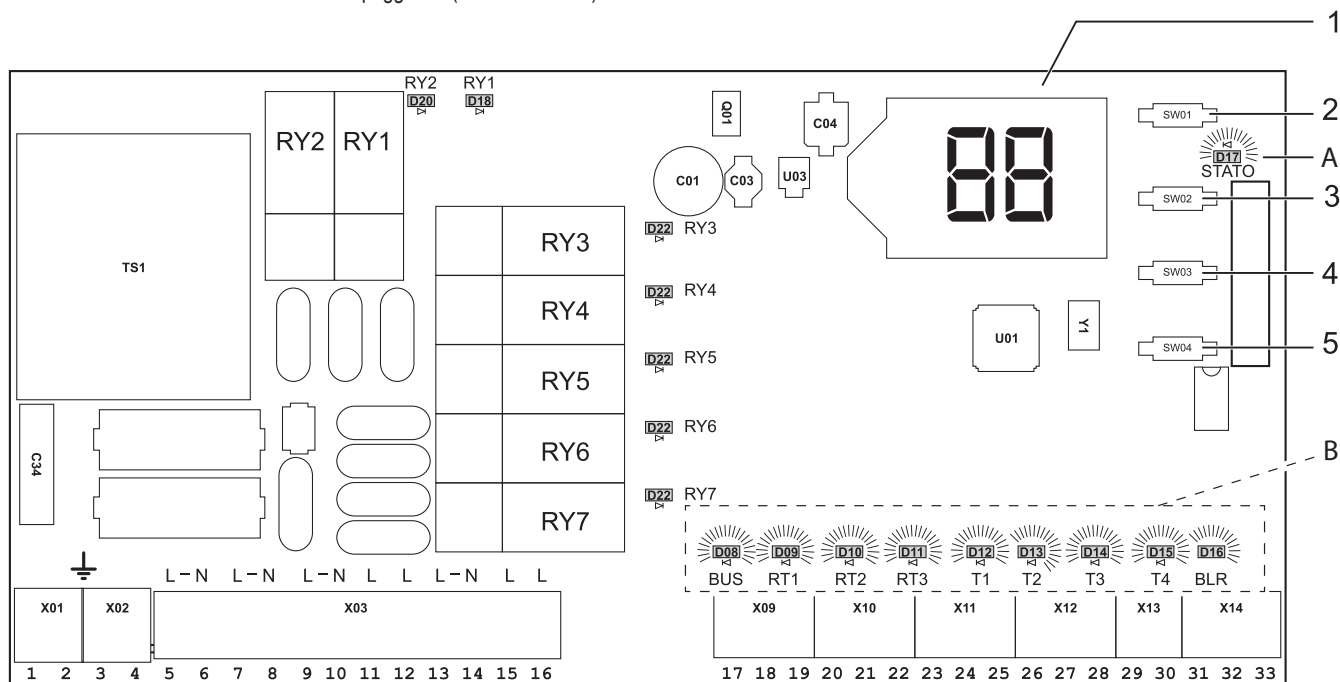

fig. 101 -
**3-** Premere il tasto AUTOCONFIG fino a che tutti i LED gialli (Part. B "fig. 101 -") iniziano a lampeggiare, poi rilasciare il tasto.
Quando il LED STATO (di colore verde Part. A "fig. 101 -") smette di lampeggiare, verificare che i led gialli inferiori accesi corrispondano alla tabella configurazione d'impianto desiderata. Devono essere accesi i led di ogni sonda e ingresso digitale collegato alla morsettiera.